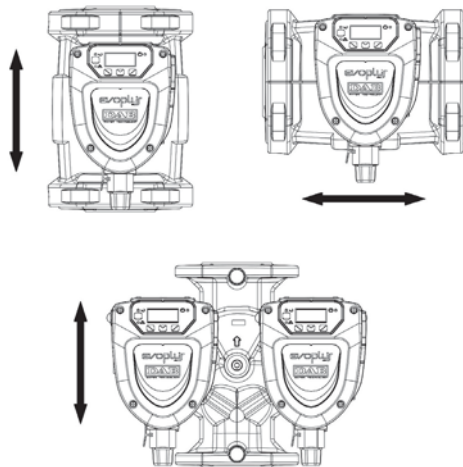

Abbildung 1: Montageposition
**Die Umwälzpumpe EVOPLUS SMALL muss stets mit horizontal ausgerichteter Motorwelle montiert werden. Die elektronische Steuervorrichtung wird in vertikaler Position montiert (siehe Abbildung 1)**